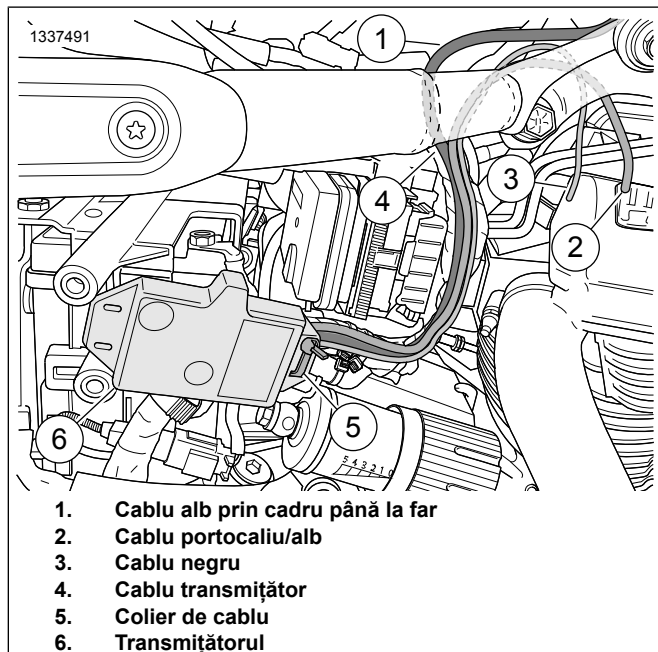

Figura 9. Montare transmîțător și traseu cablaj (Softail 2018-ulterioare)
2. A se vedea figura 9.**Pe transmisi&onator:** T&iaia&i firul portocaliu/alb (2) pentru a avea aceeași lungime ca firul negru (3). Îndep&ărta&i din teac&ă tăietura cablului portocaliu/alb.
- a. Așeza&i transmisi&onatorul (6) în fa&ă cablajului principal, mont&ându-l într-o pozi&ie aproape orizontal&ă. Firele care ies din carcas&ă trebuie să fie în partea de sus și dirijate spre interior spre componentele vehiculului.
- b. Montați cureaua de cablu (5) în fanta frontală a carcasei transmîțătorului.
- d. Strângeți cureaua de cablu (5).
4. Ascundeți cablurile de transmisie (4) în spatele firelor cablajului principal. Urmați firele cablajului principal în jurul modului ABS/HCU și sub partea din față a scaunului.